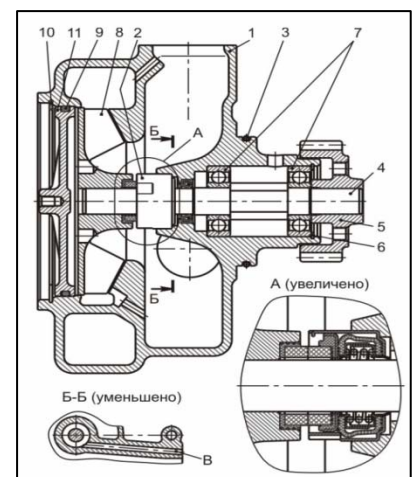

Рис. 3.23 – Водяной насос
3.8.2.1 Разборка водяного насоса (рис. 3.23)
3.8.2.2 Сборка водяного насоса (рис. 3.23)